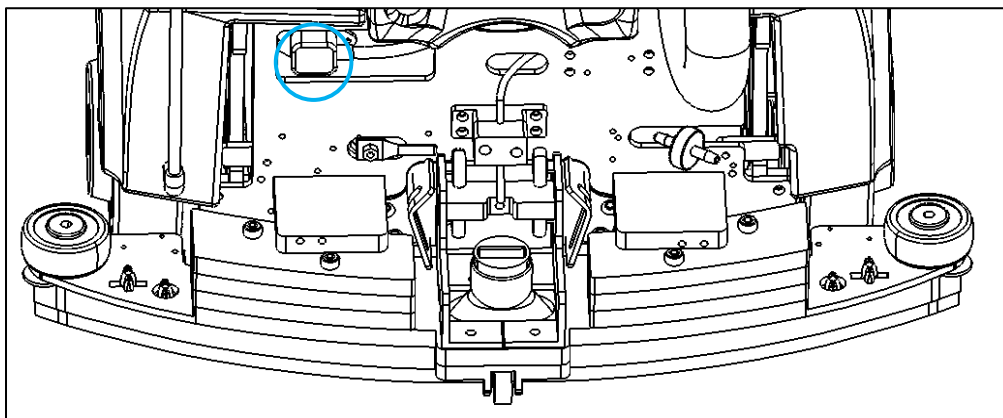

Fig. 1
1. Retirez le câble d'alimentation du port de la batterie (Fig. 1 en surbrillance).